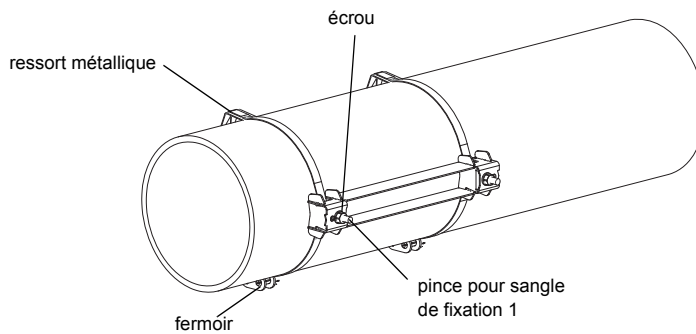
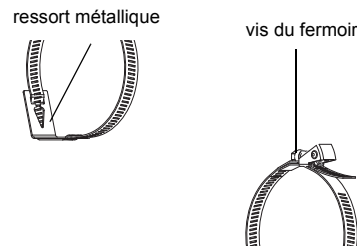

Fig. 9.20: Rail sur la conduite
Fig. 9.22: Sangle de fixation avec fermeur rapide et ressort métallique
- Faites passer la sangle de fixation à travers la pince pour sangle de fixation 1 (voir Fig. 9.20).
- Serrez l'écrou de la pince de la sangle de fixation 1 mais sans excès pour ne pas endommager la sangle de fixation (voir Fig. 9.20).
- Faites passer la sangle de fixation à travers la pince pour sangle de fixation 1 et le ressort métallique (voir Fig. 9.22 et Fig. 9.20).
- Faites passer la sangle de fixation à travers la pince pour sangle de fixation 1 et le ressort métallique (voir Fig. 9.20 et Fig. 9.23). Le ressort métallique ne doit pas être monté :